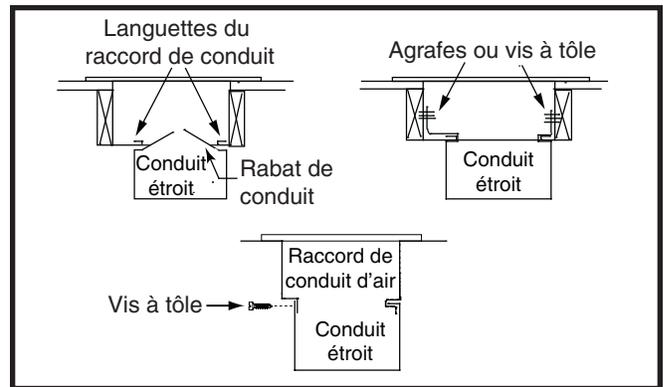

Figure 12. Conduits étroits
- Pliez les languettes inférieures du raccord de conduit vers le haut et serrez-les le plus possible contre le conduit d'alimentation en air. Consultez la Figure 12 (page 8).